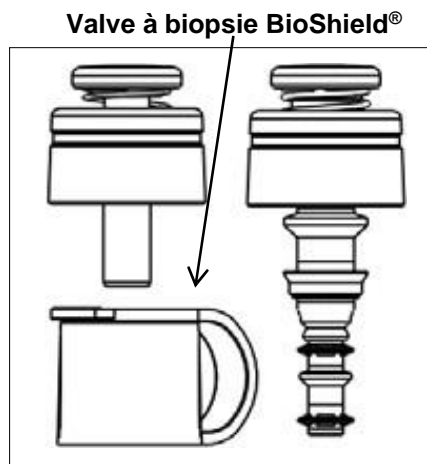

Figure 2
12. En cas d'utilisation du kit 3 pièces (voir Figure 2), fixer la **valve à biopsie BioShield®**.